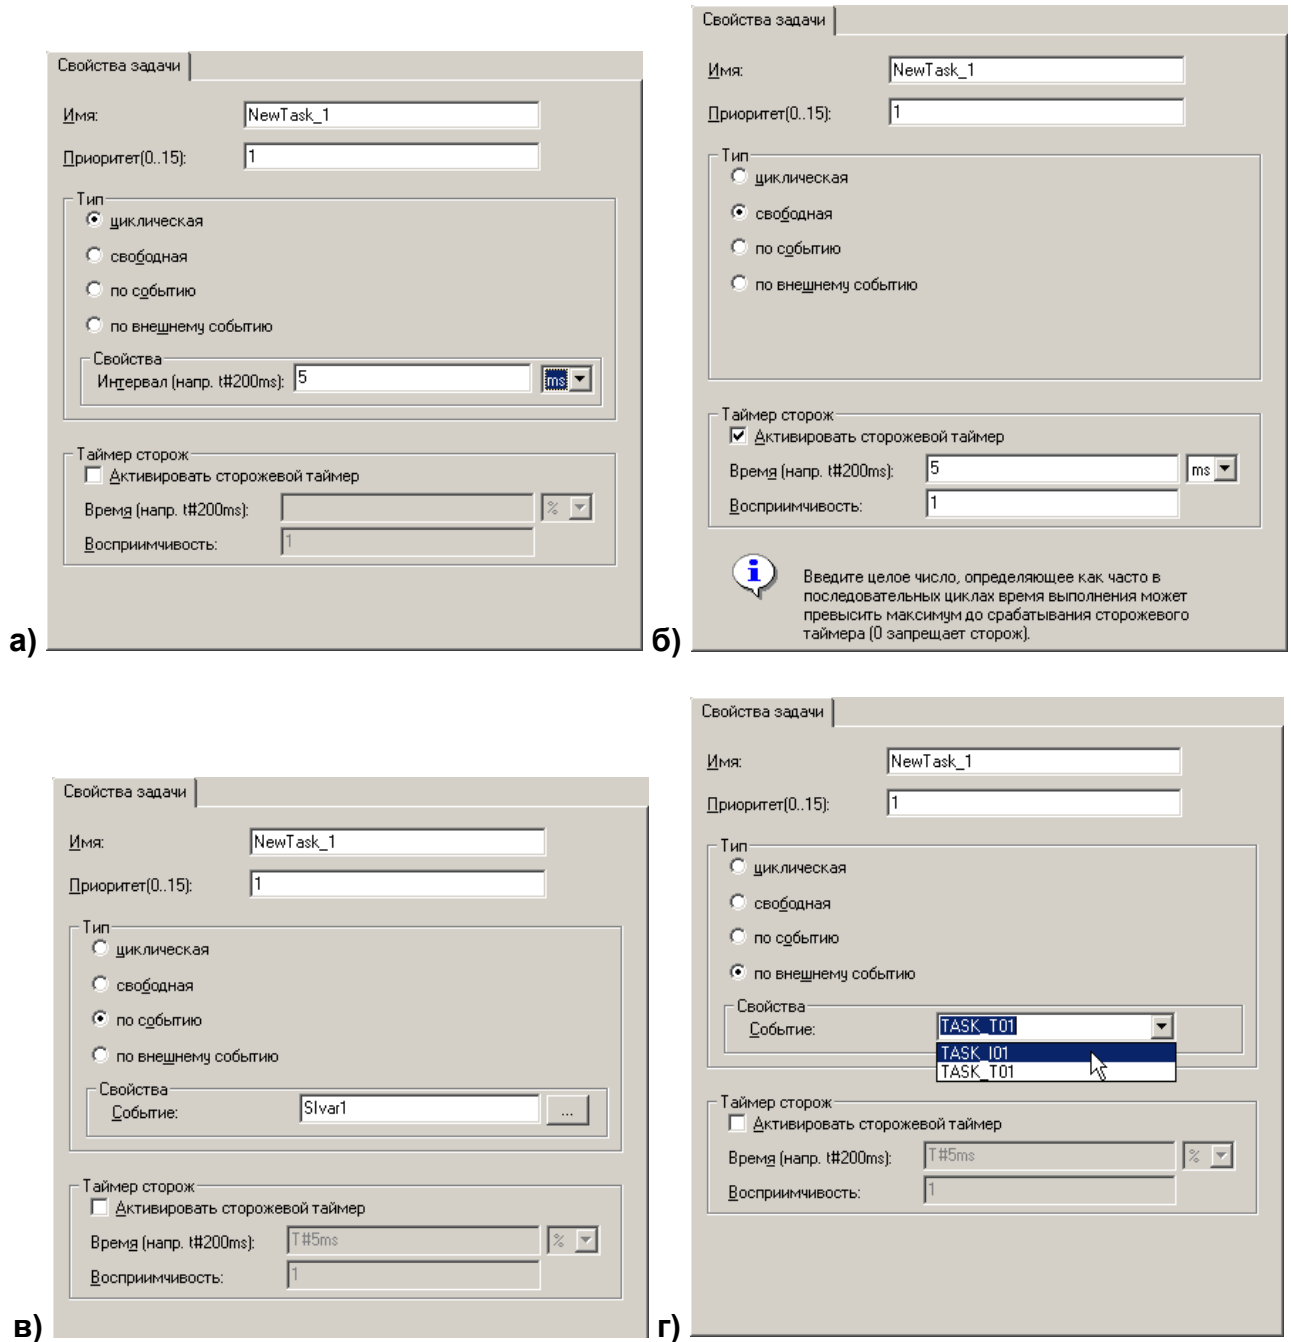

Рисунок 4.15 – Конфигурирование задач
Конфигурирование задач других типов включает (см. рисунок 4.15):
- Для задачи циклического типа – указание интервала выполнения (см. рисунок 4.15, а);
- Для задачи, выполняемой по событию – указание события (см. рисунок 4.15 в) – по нажатию кнопки у правого края поля открывается окно «Ассистент ввода», в котором можно выбрать требуемую переменную
- Для задачи, выполняемой по внешнему событию – указание события (см. рисунок 4.15, г) – по нажатию кнопки у правого края поля открывается список задач, в котором можно выбрать требуемую задачу.
- Для задач любого типа задать параметры контроля времени выполнения («сторожевого таймера») – если эта опция доступна в используемом ПЛК (см. рисунок 4.15, б).